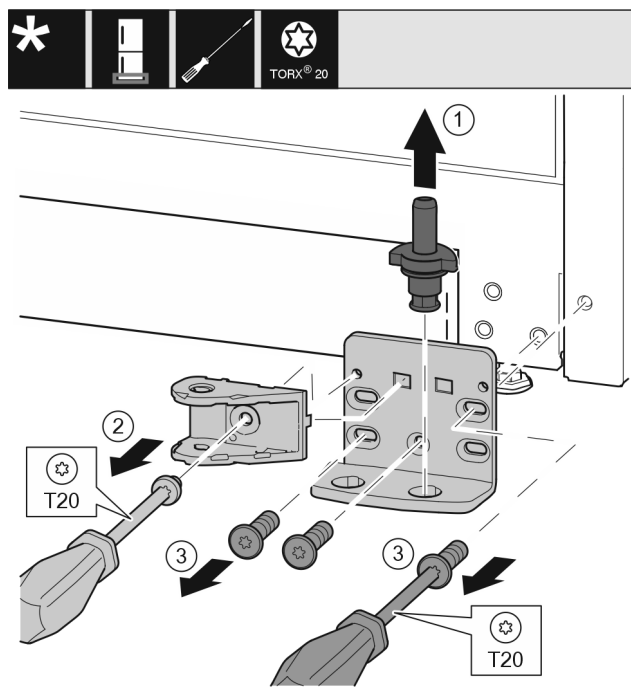

Fig. 35 *
- Træk lejebolten Fig. 35 (1) helt op.*
- Skru skruen Fig. 35 (2) ud med en skruetrækker, og tag lukkedæmperforbindelsen af.*
- Skru skruerne Fig. 35 (3) ud med en skruetrækker, og tag hængslet af.*